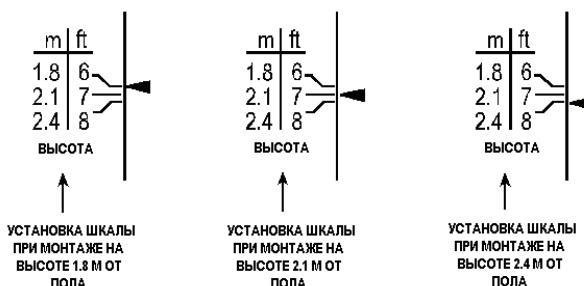

Рисунок 3. Вертикальная настройка
**Примечание:** Для монтажа на стену используйте центральные отверстия. Для монтажа в угол используйте отверстия на угловых стенках корпуса (см. рисунок 3).
Для настройки максимальной зоны обнаружения, и лучшей защиты от животных в зависимости от высоты установки используется шкала вертикальной настройки (см. рисунок 3). Ослабьте винт вертикальной настройки и установите указатель напротив нужной отметки на печатной плате. После этого затяните винт.